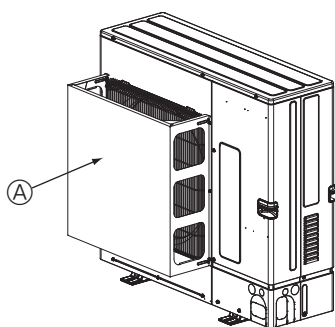

Fig. 2-5
- ② Құрылғы тайфун, т. б. сияқты қатты желдердің салдарынан тікелей ауа өткізгішке кіріп кетуі мүмкін орынға орнатылған болса, қосымша ауа қорғаныс бағыттауышын орнатыңыз. (Fig. 2-5)